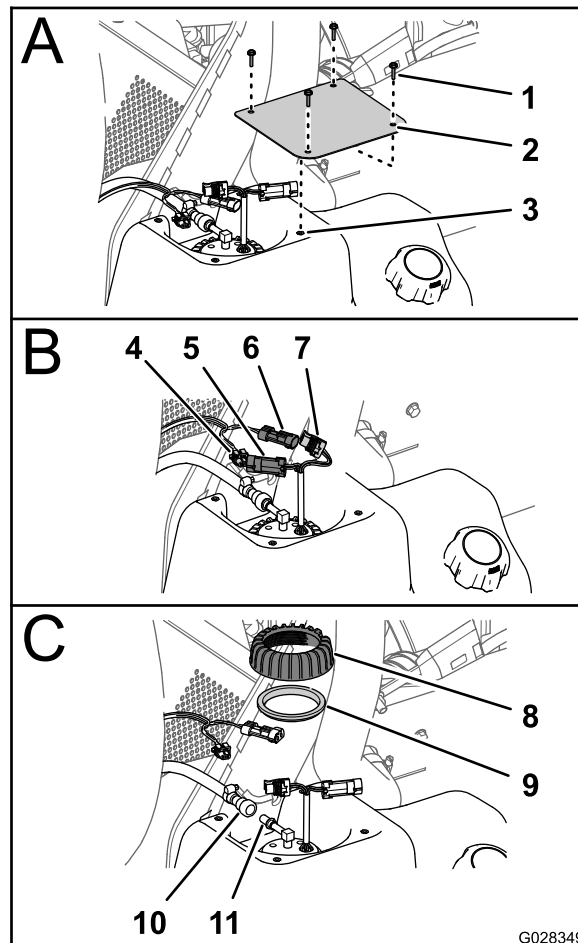

Figure 71
2. Sur le réservoir de carburant, retirez les 4 vis (n° 10 x ¾ po) qui fixent le couvercle au sommet du réservoir et déposez le couvercle (Figure 71).
3. Débranchez le connecteur à 2 douilles du faisceau de la machine du connecteur à 2 broches de l'ensemble pompe à carburant/transmetteur; débranchez le connecteur à 2 broches du faisceau de la machine du connecteur à 2 douilles de la pompe à carburant/transmetteur (Figure 71).
4. Éloignez le manchon de verrouillage du raccord du flexible de carburant du raccord de la pompe à carburant/transmetteur, et débranchez le raccord du flexible du raccord de la pompe à carburant/transmetteur (Figure 71).
5. Tournez l'écrou de la pompe à carburant/transmetteur dans le sens antihoraire et déposez l'écrou et le joint (Figure 71)..